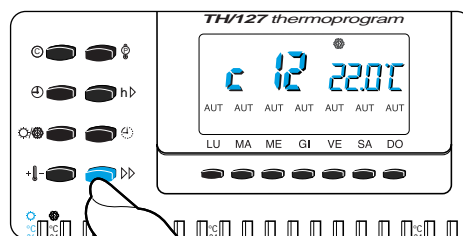

Fig. 33
10.2 - Premere il pulsante **▷▷** (fig. 33) per visualizzare la temperatura degli altri cursori (solo se impostato il programma AUTOMATICO).
11.2 - Premere il pulsante **▷▷** (fig. 33) per selezionare l'ora in cui si vuole impostare il tempo di ritardo.